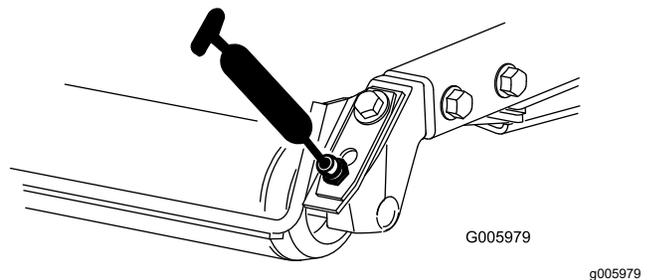

Figura 40
- Cuscinetti del rullo posteriore (2 per apparato di taglio) come illustrato nella Figura 40